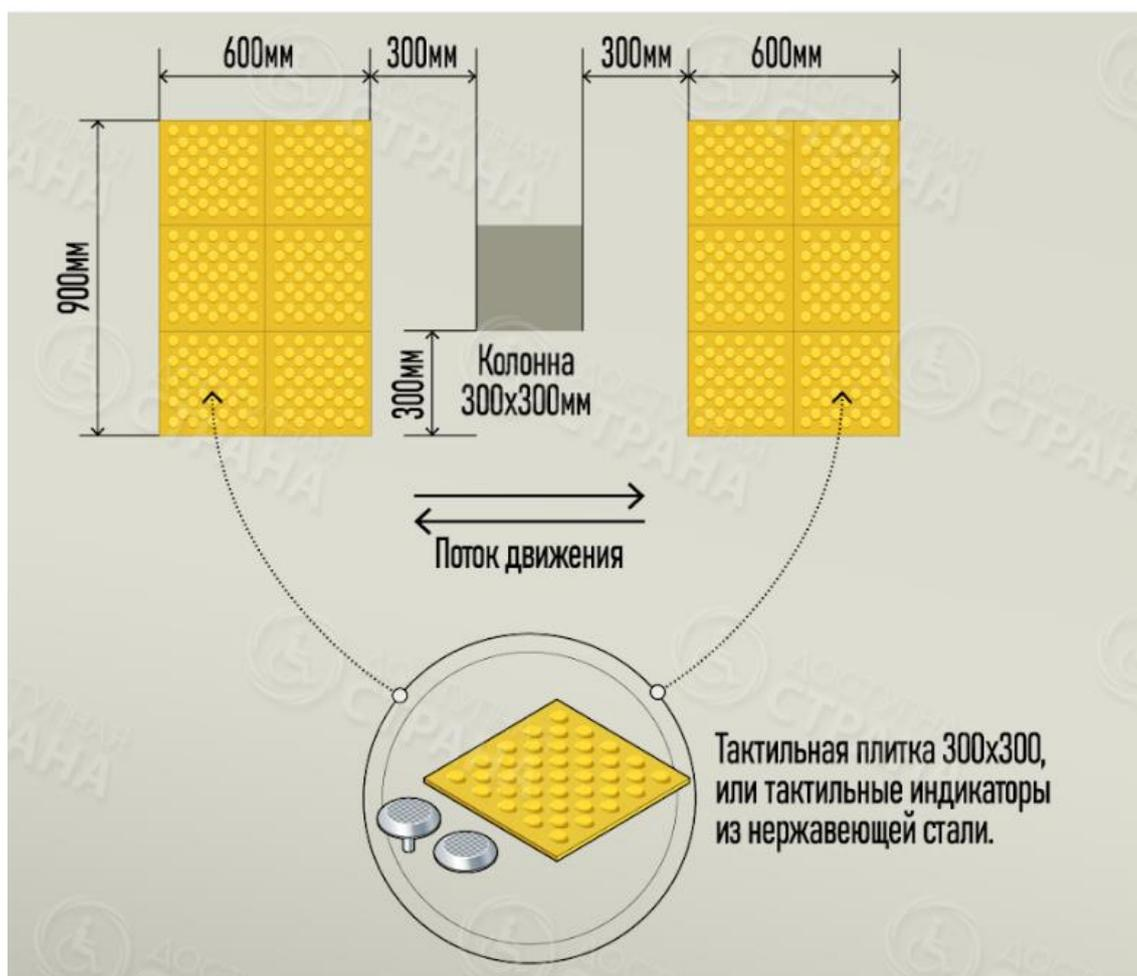

Рисунок 12.7 ТНУ перед отдельно стоящими непреодолимыми препятствиями
- Для одиночных опор, таких как светофор, столб, колонна или дерево, указатель **должен иметь ширину не менее 600 мм**, при этом он должен выступать за пределы препятствия со стороны основного потока движения на 300 мм (рис.12.7). Размещение указателя в этом случае может быть как перед препятствием, так и вокруг него, в зависимости от условий движения пешеходов в зоне препятствия. Вместо ТНУ вокруг одиночного препятствия допускается использовать материалы другой фактуры.